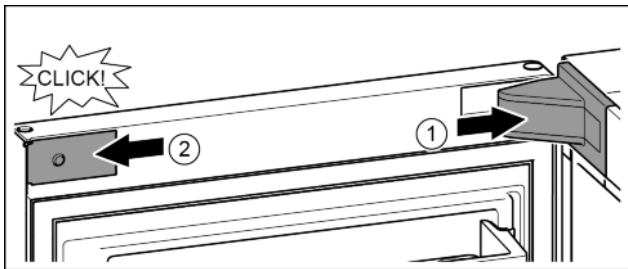

Fig. 22
- ▶ Așezați capacul suportului de lagăr și fixați în poziție, după caz, despărțiți cu precauție prin apăsare. Fig. 22 (1)
- ▶ Aplicați și fixați în poziție masca. Fig. 22 (2)